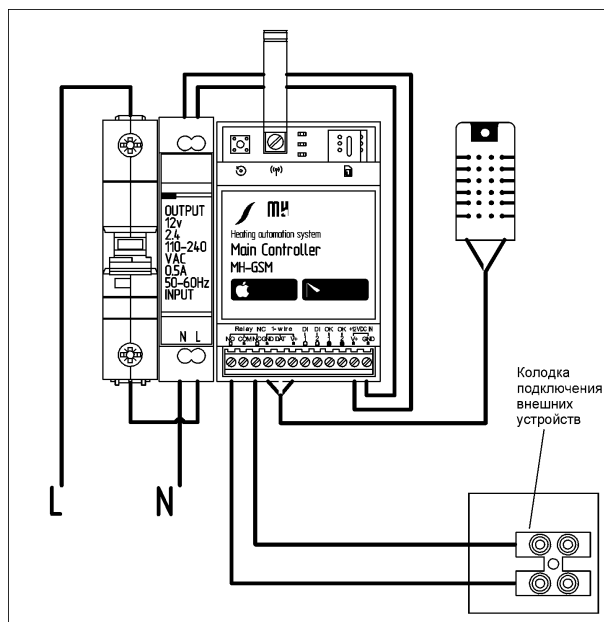

Рисунок 8. Подключение внешних устройств
6.4.2 Подключите внешнее устройство (контроллер MyHeat или комнатный термостат) к колодке “ВНЕШНЕЕ УСТРОЙСТВО” (см. рис. 2а, поз.14; см. рис. 8). Дальнейшие действия по настройке производите согласно документации на подключаемые устройства.